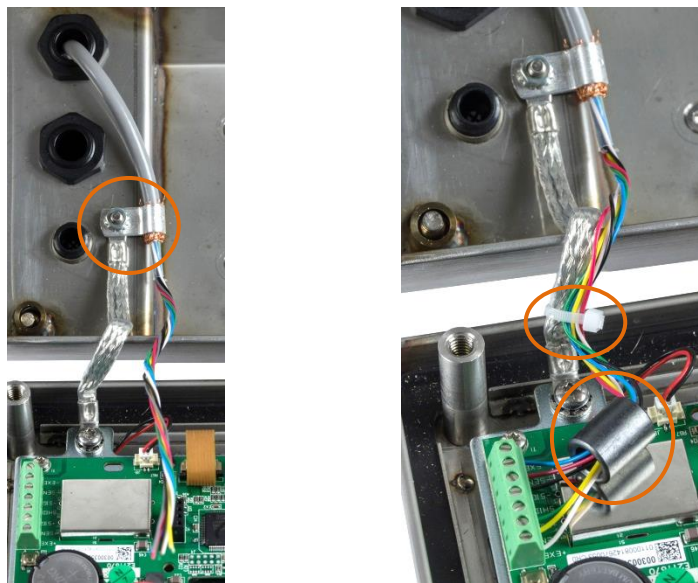

Figura 2-30: Instalação da Ferrite do Cabo da Célula de Carga Analógica e do Terra do Chassi, IND236.
- Conecte o clipe de aterramento usando o parafuso de fixação da dobradiça do gabinete, como mostrado na Figura 2-30 (esquerda).